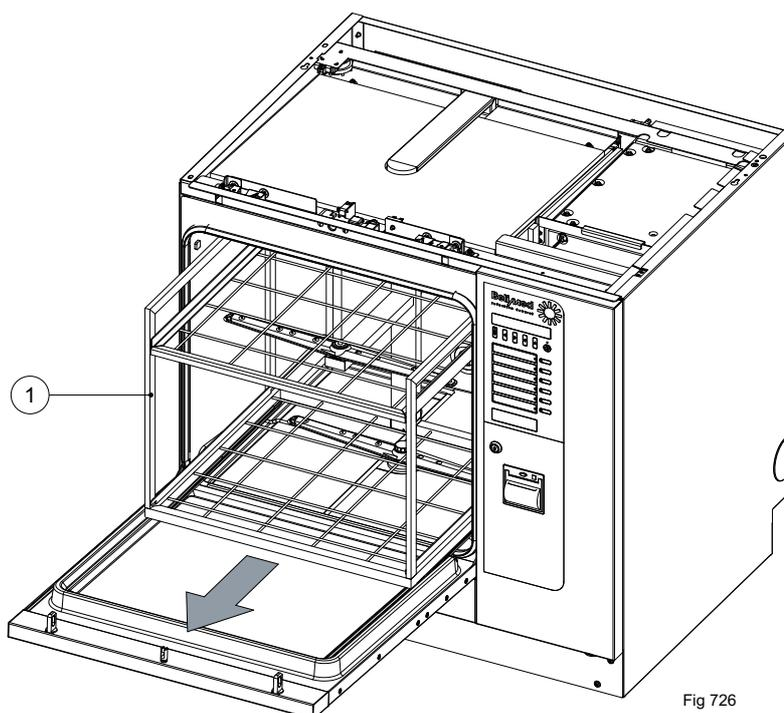

Fig 726
- ▶ Sortir le plateau avec le matériel lavé (fig. 726 pos. 1)